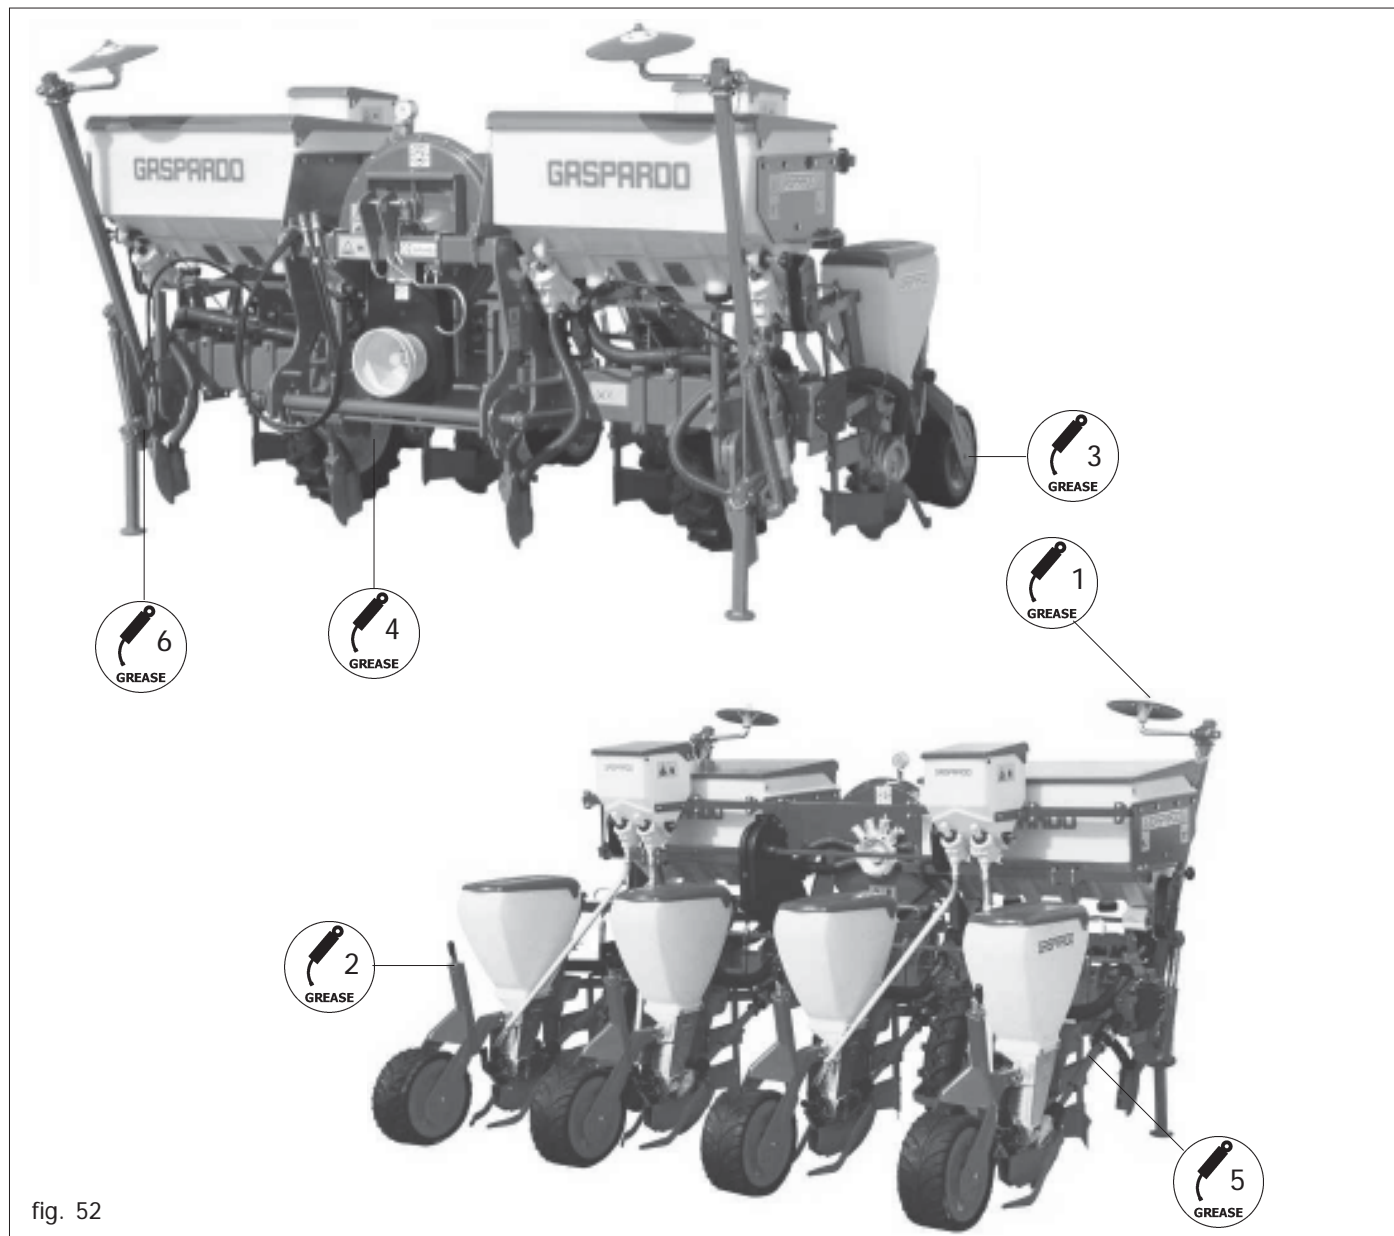

fig. 52
- Den Bolzen der Spurreisserscheiben (1 Abb. 52) schmieren.
- Falls die "V" Rollen aus Eisen montiert sind, die Naben (3 Abb. 52) schmieren.
- Den Bolzen des Spurreisserarms schmieren (6 Abb. 52).
- Die Schraube der Höhenregler (2 Abb. 52) ölen.
- Die Pendellager der Antriebsräder (4 Abb. 52) fetten.
- Die Antriebsübersetzung der Gelenkwellen (5 Abb. 52) schmieren.